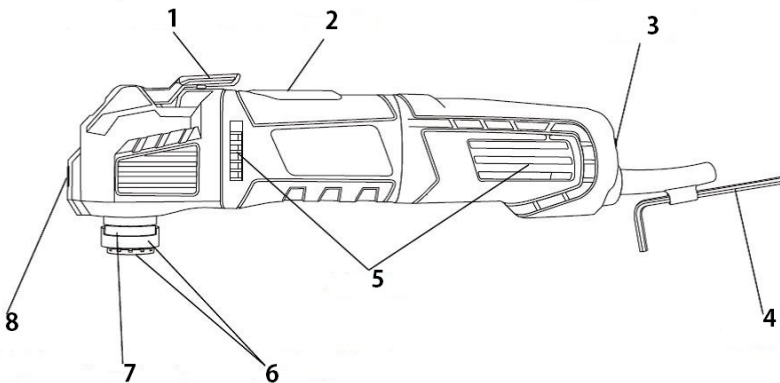

Рис. 1
## ОПИСАНИЕ ИНСТРУМЕНТА (Рис.1)
- Поднимите рычаг механизма высвобождения оснастки (1, рис.1).
- Вставьте полотно с прорезью в зажим для ножей с прорезью (7, рис.1). Убедитесь, что пазы инструмента совпали со штифтами зажима.
- Опустите рычаг механизма высвобождения оснастки (1, рис.1).